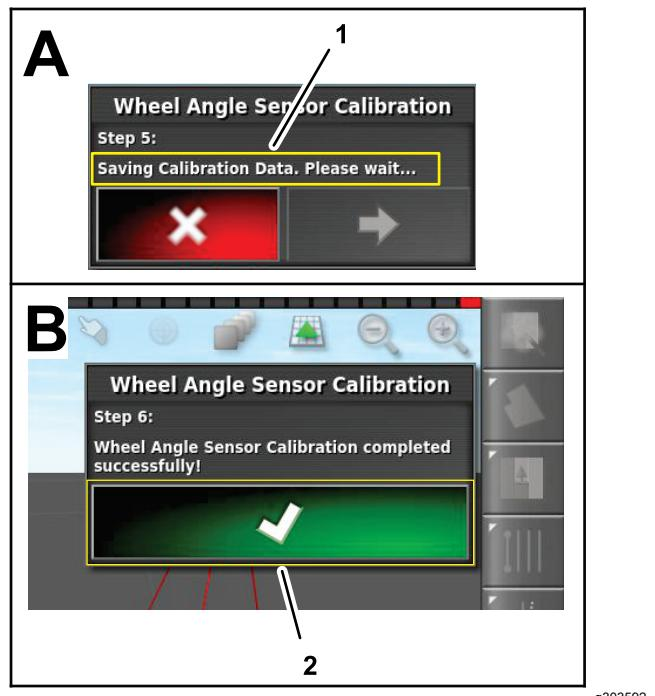

図 165
8. ステップ 4で、タイヤが真っ直ぐ前方に揃うまでハンドルを回し、停止し、次のステップのアイコンを押します (図 165)。
9. ステップ 5で、ホイール角度センサーの校正によってデータが保存されるまで待ち、次のステップのアイコンを押します (図 165)。
10. ステップ 6で、適合アイコンを押します (図 165)。